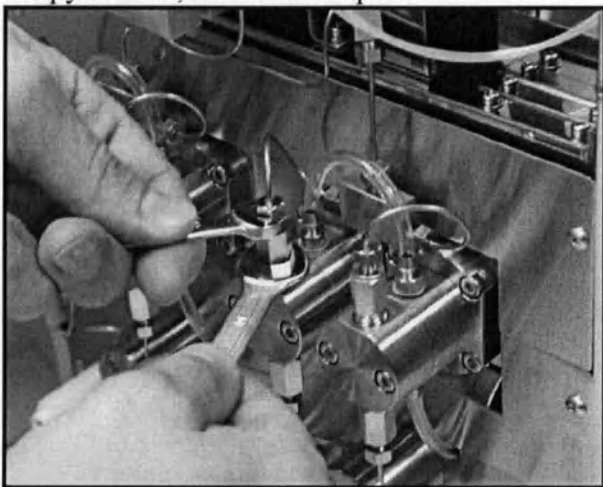

Рис. 3-19. Отсоединение выходной магистрали.
1. См. Рис. 3-19. Используя гаечные ключи на 8 мм и 10мм (5/16") открутите входные и выходные магистрали. Установите один ключ на обратный клапан (10 мм), а другой сразу же над гайкой выходной магистрали. Зафиксировав обратный клапан откручивайте выходную магистраль против часовой стрелки. После того, как ослабите гайку руками открутите ее, не снимая при этом клапан.